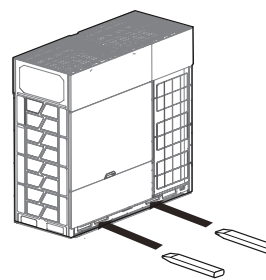

Figura 2.3
- Para mover a unidade com um empilhador, insira os garfos na abertura na parte inferior da unidade, conforme mostrado na Figura 2.3.